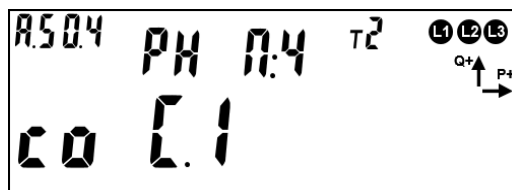

Рисунок 186 – РУН в состоянии «замкнуто»
- Вариант 1: (см. рисунок 186)
7.9.9.1 На ЖКИ отображено (см. рисунок 186):